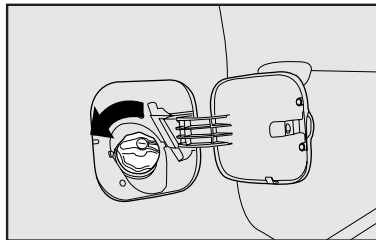

fig. 123
- Gire la tapa en sentido antihorario hasta que esta se libere **fig. 123**.